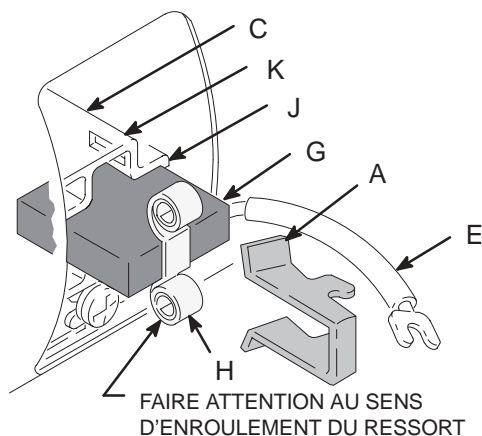

Fig. 9
7. Fig. 9. Placer le nouveau balai (G) de sorte que le fil soit placé dans l'encoche longue (J) du porte-balai (C).
9. Fig. 9. Placer le ressort (H) sur le balai (G).
10. Fig. 9. Monter le clip (A) et le pousser vers le bas pour qu'il s'emboîte dans les encoches courtes (K) du porte-balai (C).